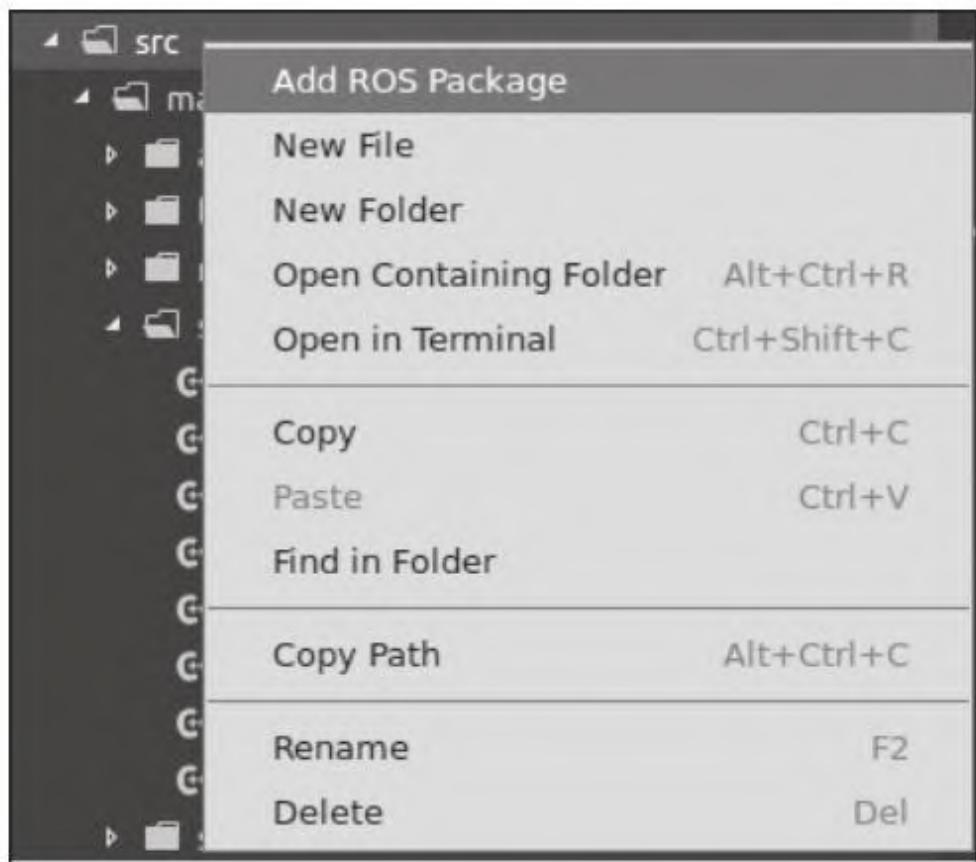

图15-3 在RoboWare Studio中添加ROS软件包
1) 创建软件包。在资源管理器窗口的ROS工作区中的src文件夹上右击，然后选择AddROSPackage，并输入软件包的名称。这样就能创建一个新的ROS软件包了。在我们的例子中，我们正在创建一个叫作roboware_package的软件包，如图15-3所示。